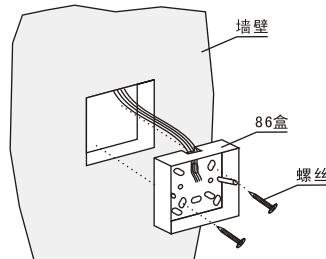

图 2
2. 将连接分机线从86盒进线孔穿过，再用螺丝将86盒固定在槽孔内（见图2）。